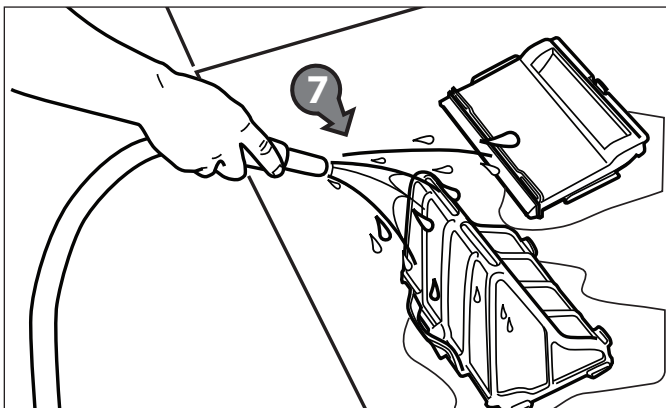

Figura 25. Lave el porta filtro
9. Lave el porta filtro, el soporte del filtro, y el limpiafondos con agua o con una manguera (7). Vea la Figura 25.